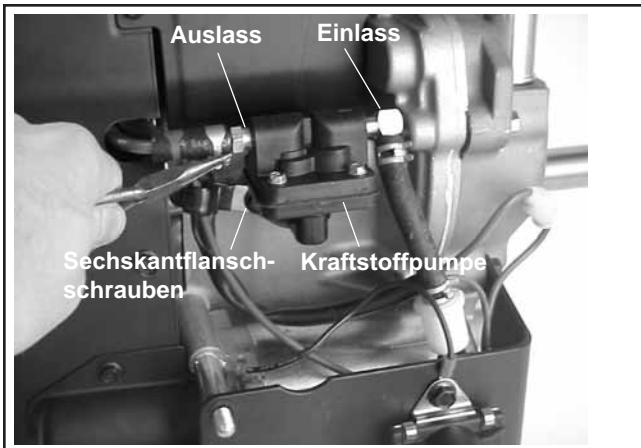

Abbildung 9-14. Kraftstoffpumpe entfernen.
1. Entfernen Sie die Kraftstoffleitung von den Einlass- und Auslasshalterungen der Kraftstoffpumpe. Siehe Abbildung 9-14.